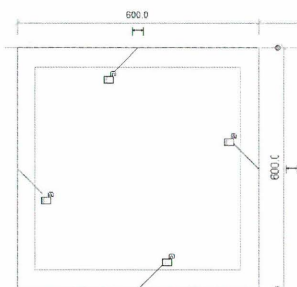

Fig. 05.20. Tegn omridset af låget.
- Tegn låget som før (Fig. 05.20).